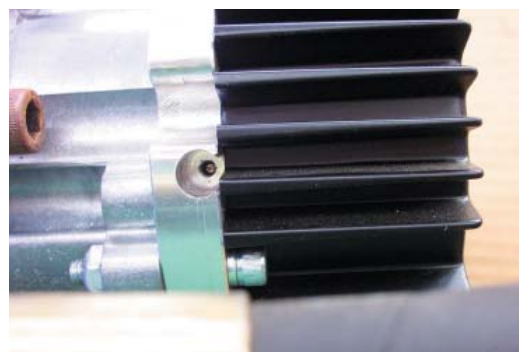

Ilustración 7
3. El tornillo de ajuste queda ahora expuesto y es accesible para el ajuste. Vea la Ilustración 7.